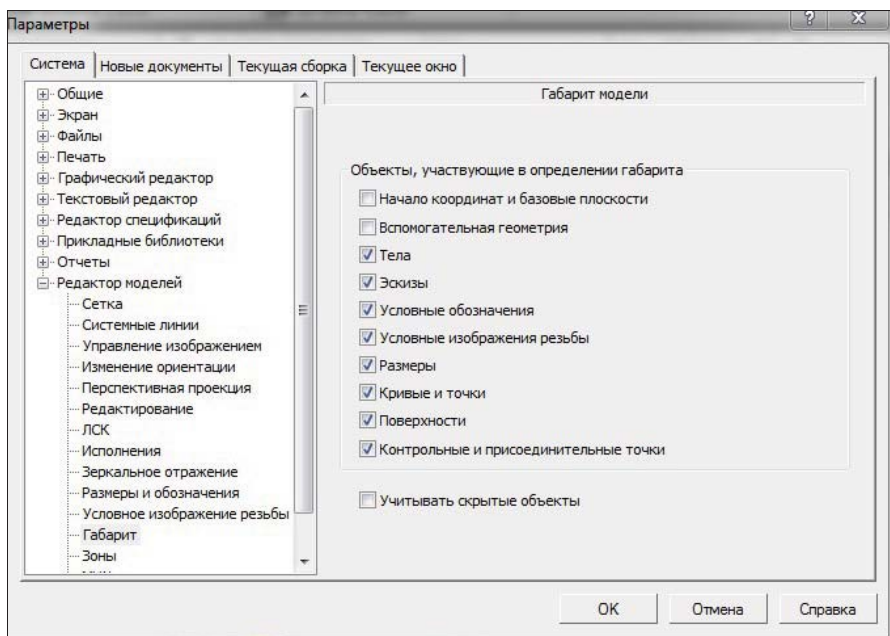

Рис. 27.6. Диалоговое окно **Параметры** с открытой панелью **Габарит модели**
- ◆ щелкните ЛК мыши по пункту **Габарит** — в правой части откроется панель **Габарит модели** (рис. 27.6). На этой панели поставьте "флажки" в тех окнах объектов, которые должны учитываться при построении его *габаритного параллелепипеда*. По умолчанию настройка задана оптимально;